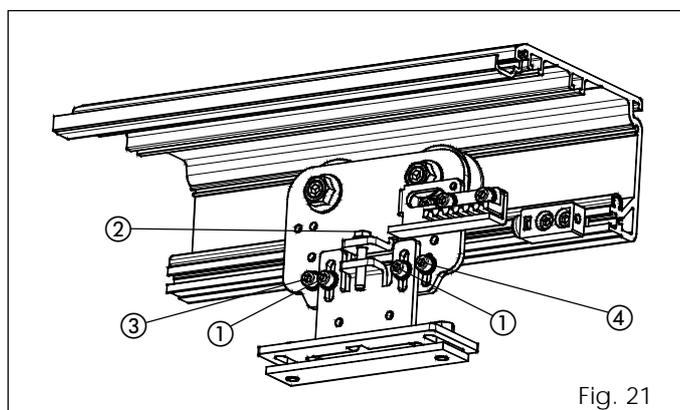

Fig. 21
- Allentare leggermente le due viti esagonali fig. 21 rif. ①.
- Agire sulla vite (fig. 21 rif. ②) in senso orario per alzare le ante oppure in senso antiorario per abbassare le ante.
- Allentare le due viti esagonali (fig. 21 rif. ③ e ④).
- Fare scorrere la vite di fig. 21 rif. ④ all' interno dell' asola, facendo in modo che la ruota di controspinta, durante il movimento del carrello, scorra sul profilo senza bloccarsi. Riconfermare che sia possibile bloccare la ruota senza causare l' arresto del carrello.